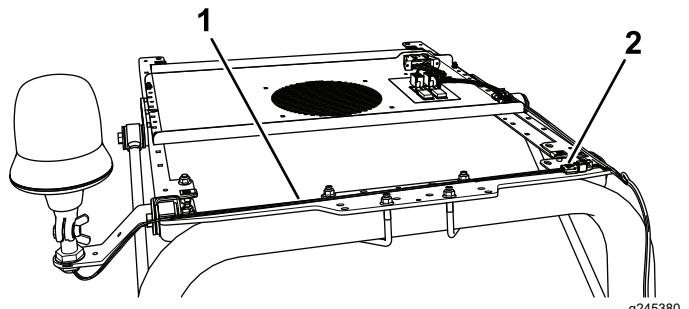

Bild 10
- Stecken Sie den Anschluss am Rundumleuchten-Kabelbaum in den Anschluss am Kabelbaum der Schalterplatte (Bild 10).
- Verlegen Sie den Rundumleuchten-Kabelbaum, wie in Bild 10 abgebildet, und befestigen Sie ihn mit Kabelbindern.